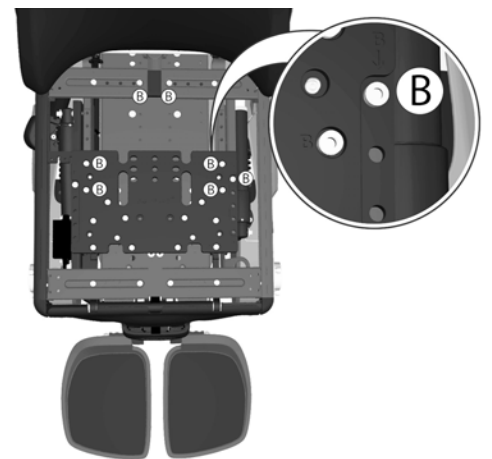

Abbildung 494. Die Position des hinteren Sitzrahmenabschnitts (Rückenlehnenposition) ist mit fünf Schrauben festgelegt. Sie sind mit dem Buchstaben B markiert.
7. Einstellung des hinteren Abschnitts des Sitzrahmens (Rückenlehnenposition): Entfernen Sie die sieben Schrauben, die mit (B) markiert sind und die den hinteren Abschnitt des Sitzrahmens halten, siehe Abb. 494.